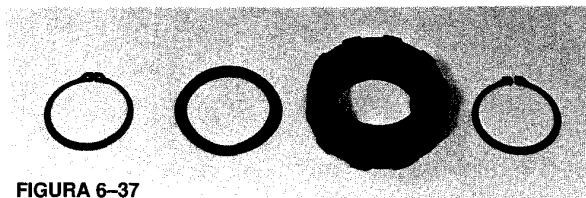

FIGURA 6-37
B. Rotor del PMG (Figura 6-37.)